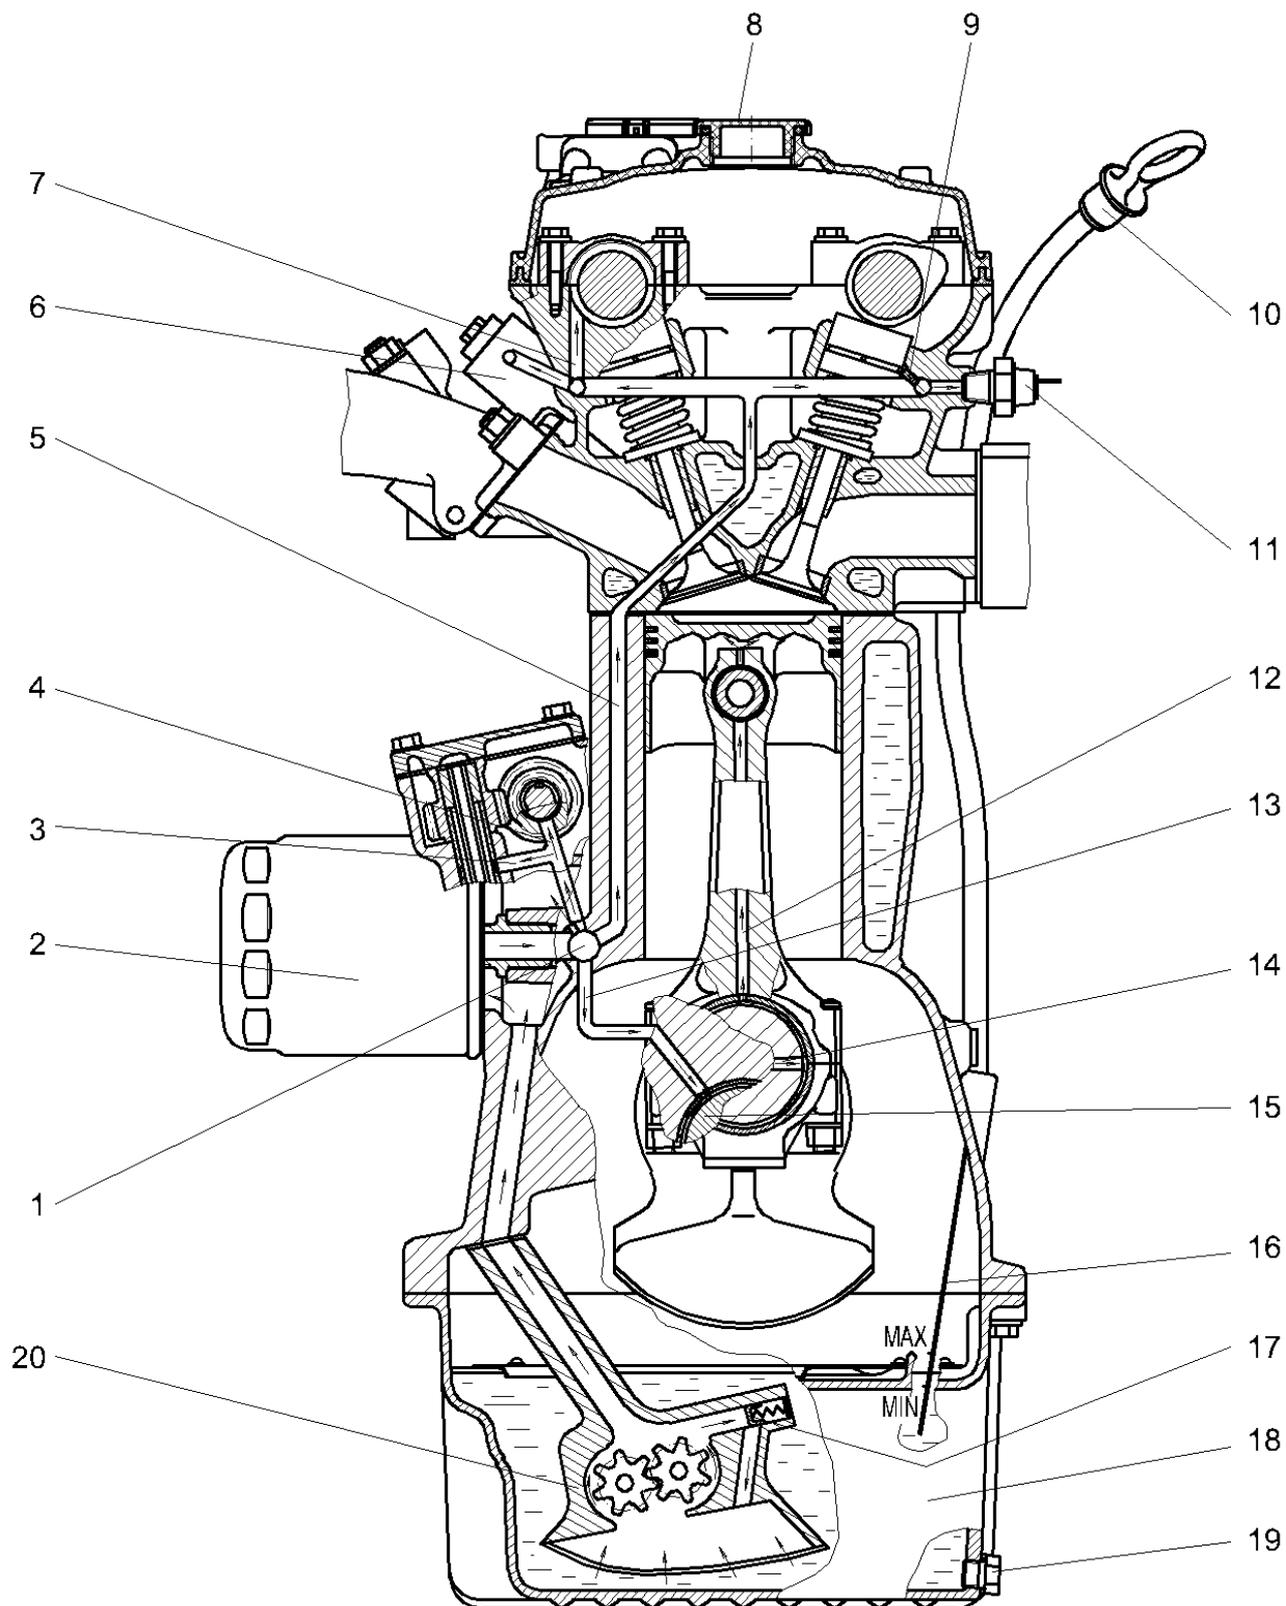

Рис.30. Схема системы смазки:
**Система смазки** (рис.30) – комбинированная, с подачей масла к трущимся поверхностям под давлением, разбрызгиванием и самотеком.